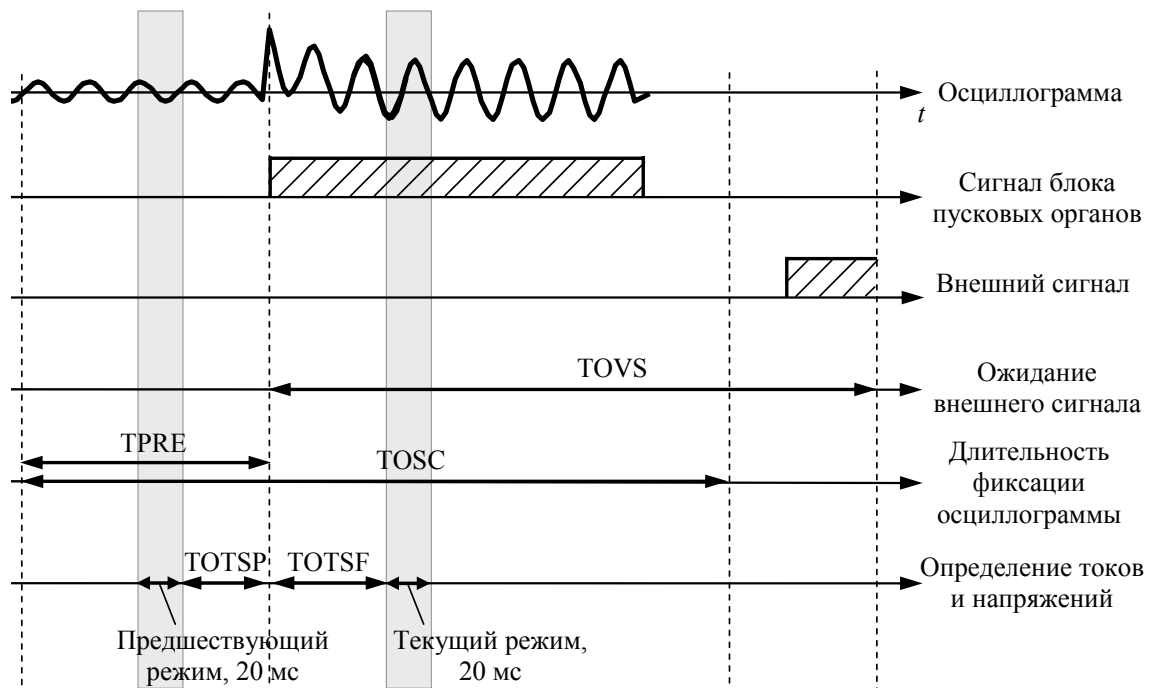

Рис. 1.3.4
4. N2 = 4. Пуск от блока пусковых органов с учетом внешнего сигнала. В этом случае осциллограмма регистрируется по первому алгоритму (пуск по сигналу блока пусковых органов) и сохраняется в энергонезависимой памяти лишь в случае появления внешнего сигнала в течение времени TOVS после срабатывания внутренних пусковых органов. Этот способ регистрации, в отличие от первых трех, называемых **независимыми**, обеспечивает **селективный пуск** терминала. На Рис. 1.3.4 показана временная диаграмма срабатывания, когда внешний сигнал поступил в течение времени TOVS, что привело к фиксации осциллограммы в энергонезависимой памяти. Повторный пуск осциллографа до истечения времени TOVS невозможен.